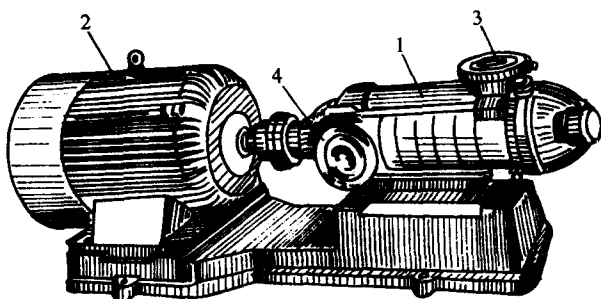

图 1-6 D型泵的外形
(4) 多级离心泵的特点(图 1-6) 这种泵的特点是:水流顺序通过各个叶轮,其总扬程等于各叶轮扬程的和。型号有 D 型、DA 型。这种泵的流量范围为  $18 \sim 288 \text{ m}^3/\text{h}$ ,扬程范围为  $17 \sim 405 \text{ m}$ 。适用于山丘高扬程地区的小块灌区作业。